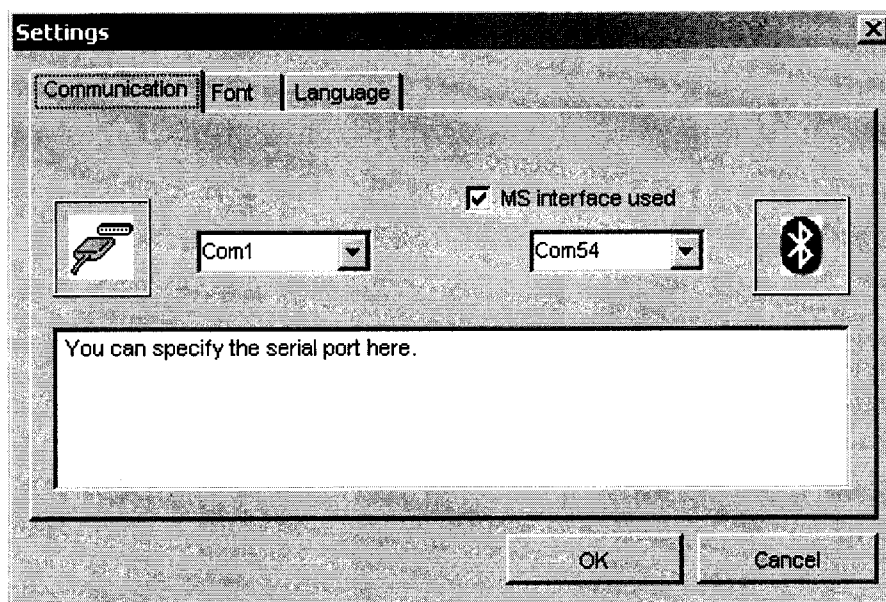

Рисунок 2 – Окно настроек соединения
6.4.1.4 Запускают программу АВРМ Service. Для настройки соединения с прибором нажимают клавишу F9 и вызывают окно настроек соединения (рис. 2).